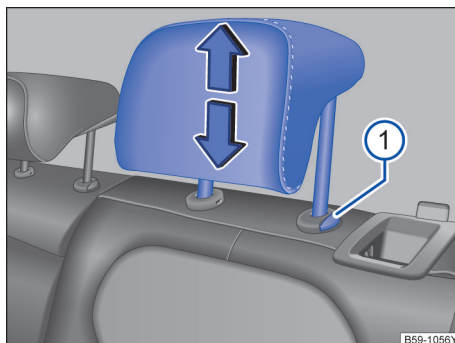

图 77 调节后排座椅头枕
- 按住按钮 → 图 77①，同时沿箭头方向上推或下压头枕即可将头枕调整至合适高度 → ▲。